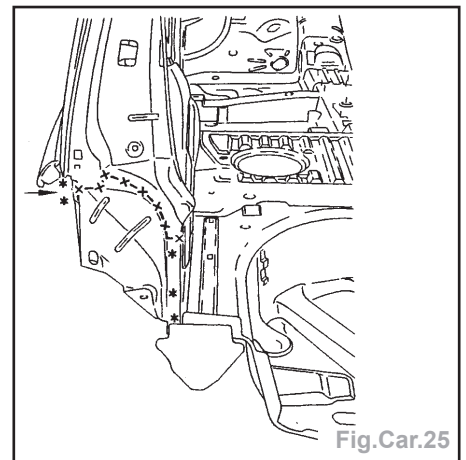

Fig.Car.25
- Dégraffer les points à l'aide d'une fraise de \varnothing 8 mm (Fig.Car.25).